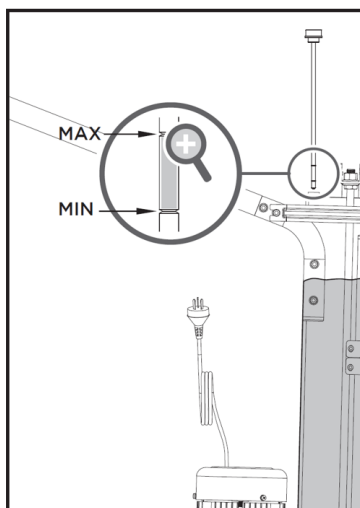

Fig. 16d
6. Vérifiez que le niveau d'huile hydraulique se situe entre les repères Max et Min de la jauge. Reportez-vous à la Fig. 16d.